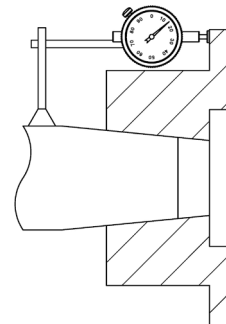

Abbildung 5 - Messuhrenpositionierung zum Aufziehen der Nabe (Beispiel).
- 7.4. Vermessen Sie den Abstand des Wellenendes zum Nabenflansch mit einem Tiefenmikrometer, wie in Abb. 5 dargestellt. Notieren Sie den Wert.
- 7.5. Befestigen Sie eine Messuhr zum Messen der axialen Nabenbewegung, wie in Abbildung 5 dargestellt. Alternativ kann die Messuhr auch so montiert werden, dass Sie am Nabenende sitzt. Setzen Sie die Messuhr auf "Null".